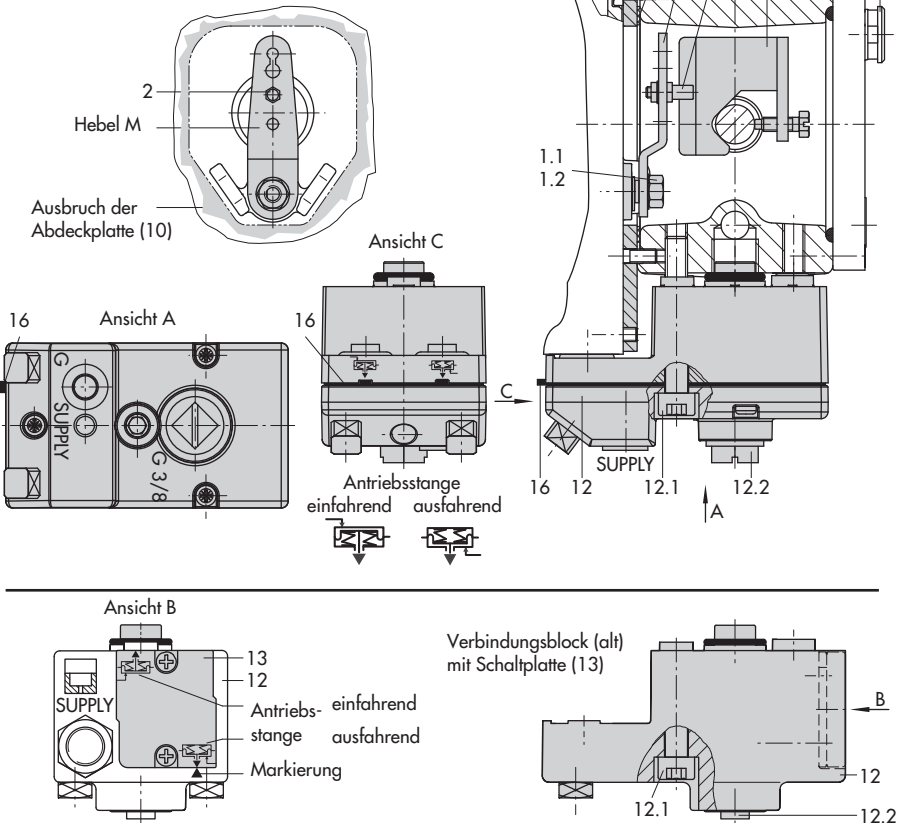

Bild 5 · Direktanbau – Stelldruckanschluss für Antrieb Typ 3277 mit 175 bis 750 cm2
Den Stellungsregler wie in Bild 5 dargestellt am Joch montieren. Der Stelldruck wird über den Verbindungsblock (12) auf den Antrieb geführt, bei Sicherheitsstellung „Antriebsstange ausfahrend“ intern über eine Bohrung im Ventiljoch und bei „Antriebsstange einfahrend“ durch eine externe Rohrverbindung.
1. Mitnehmer (3) an die Antriebsstange setzen, ausrichten und so festschrauben, dass die Befestigungsschraube in der Nut der Antriebsstange sitzt.
2. Abdeckplatte (10) mit schmaler Seite des Ausbruches (Bild 5 links) in Richtung zum Stelldruckanschluss befestigen, die aufgeklebte Flachdichtung (14) muss zum Antriebsjoch zeigen.
3. Bei Antrieben mit 355/700/750 cm2 am Hebel **M** (1) auf der Stellungsreglerückseite den Abtaststift (2) aus Stiftposition **35** lösen und in die Bohrung für Stiftposition **50** umsetzen und verschrauben. Bei den Antrieben 175, 240 und 350 cm2 mit 15 mm Hub verbleibt der Abtaststift (2) auf Stiftposition **35**.
4. Formdichtung (15) in die Nut des Stellungsreglergehäuses einlegen.
6. Kontrollieren, ob die Zunge der Dichtung (16) seitlich am Verbindungsblock so ausgerichtet ist, dass das Antriebsymbol für „Antriebsstange ausfahrend“ bzw. „Antriebsstange einfahrend“ mit der Ausführung des Antriebes übereinstimmt. Andernfalls müssen die drei Befestigungsschrauben entfernt, die Deckplatte abgehoben und die Dichtung (16) um  $180^{\circ}$  gedreht wieder eingelegt werden. Beim alten Verbindungsblock (Bild 5 unten) muss die Schaltplatte (13) so gedreht werden, dass das entsprechende Antriebsymbol zur Pfeilmarkierung ausgerichtet ist.
7. Verbindungsblock (12) mit seinen Dichtringen an Stellungsregler und Antriebsjoch ansetzen und mit Befestigungsschraube (12.1) festziehen. Bei Antrieb „Antriebsstange einfahrend“ zusätzlich den Stopfen (12.2) entfernen und die externe Stelldruckleitung montieren.